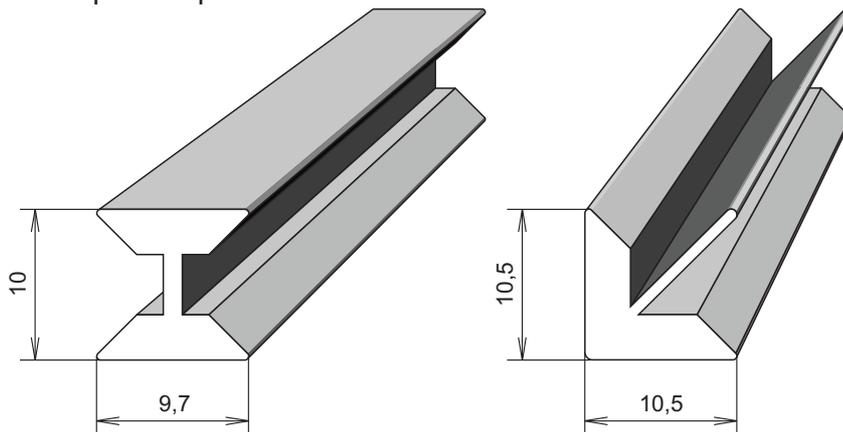

Рис.14
3. Возможно, также, применение для стекол толщиной 10мм. непрозрачных, анодированных, алюминиевых, межстекольных профилей для соединения полотен в линию и под углом 90гр. - см. рис.14.